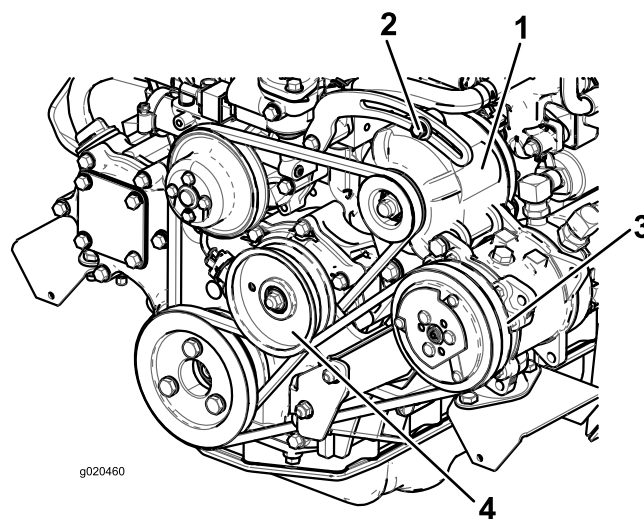

Bild 95
Prüfen Sie den Zustand und die Spannung des Riemens (Bild 95) alle 100 Betriebsstunden.
2. Lockern Sie bei einer Durchbiegung von mehr oder weniger als 10 mm die Befestigungsschrauben der Lichtmaschine (Bild 95). Erhöhen oder reduzieren Sie die Spannung des Lichtmaschinen-Treibriemens und ziehen Sie die Schrauben wieder fest. Prüfen Sie die Riemen Spannung noch einmal auf korrekte Einstellung.
2. Lockern Sie bei einer Durchbiegung von mehr oder weniger als 10 mm die Befestigungsschraube der Spannscheibe (Bild 95). Erhöhen oder reduzieren Sie die Spannung der Kompressor-Riemenspannung und ziehen Sie die Schraube fest. Prüfen Sie die Riemenspannung noch einmal auf korrekte Einstellung.